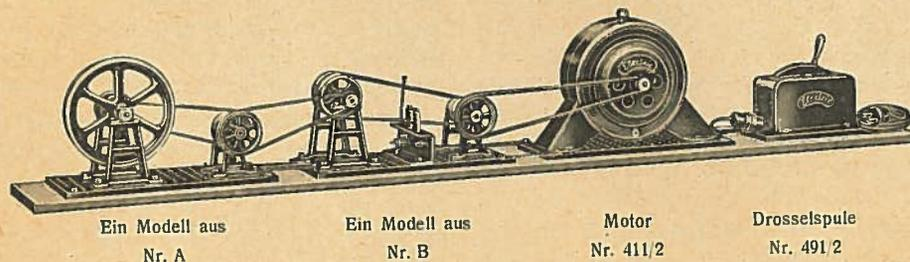

Abb. 7
**Mehrere zusammengebaute Modelle** werden besonders wirkungsvoll, wenn sie auf eine gemeinsame **Holzplatte** aufgeschraubt werden, wie man dies aus der nachstehenden Abbildung 7 ersieht; vergl. auch den Maschinensatz auf Seite 25 auf dem Fundament des „Windkraftwerkes“.